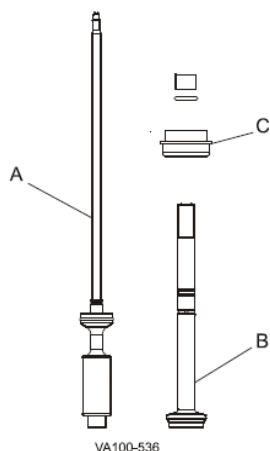

图 22—阀杆拆除
2. 上阀杆拆除：使用一个扳手使调整套筒保持静止，沿着逆时针方向转动阀杆（图 22，项目 B），并将它从执行机构上拆下。如果转接器（图 22，项目 C）脱离阀钎，请小心处理。
表 6：图 22 的标注代码表格